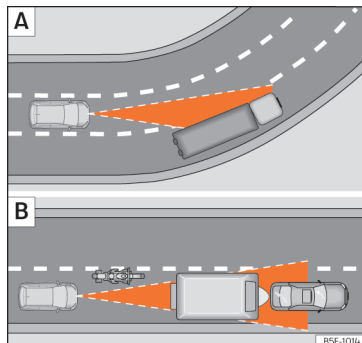

Abb. 105 [A] Fahrzeug in einer Kurve. [B] Vorausfahrender Motorradfahrer außerhalb des Erfassungsbereichs des Radarsensors.
»» (Abb. 105) [A].
- Versetzt fahrende Fahrzeuge oder Fahrzeuge, die außerhalb des Erkennungsbereichs des Sensors fahren, z. B. Motorräder »» (Abb. 105) [B].